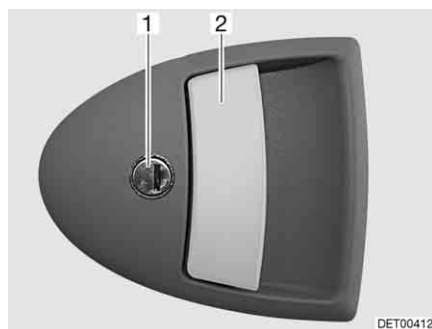

Bild 37 Türschloss Eingangstür, außen
- Schlüssel in Schließzylinder (Bild 37,1) stecken und drehen, bis das Türschloss entriegelt ist.
- Am Türgriff (Bild 37,2) ziehen. Die Tür ist geöffnet.
- Schlüssel in Schließzylinder (Bild 37,1) stecken und drehen, bis das Türschloss verriegelt ist.